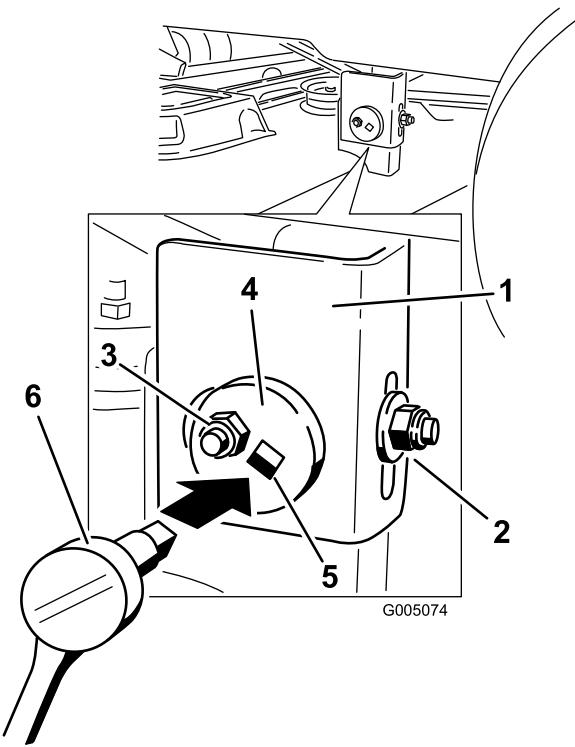

Bild 49
- Gehen Sie zur linken Seite der Maschine. Lösen Sie (nicht entfernen) die hintere Sicherungsmutter am Hängeprofil (Bild 49).
- Lösen Sie die seitliche Sicherungsmutter am Hängeprofil so viel, dass Sie die Exzenterplatte einstellen können (Bild 49). Stellen Sie die Exzenterplatte mit einer 3/8 Zoll Verlängerung auf einem Schraubenschlüssel ein. Verstellen Sie die Höhe des Mähwerks und stellen Sie die gewünschte Höhe mit dem Schraubenschlüssel ein.
- Stoppen Sie das Mähwerk an der eingestellten Stellung und ziehen Sie die seitliche Sicherungsmutter am Hängeprofil fest, um die neue Stellung zu arretieren (Bild 49). Ziehen Sie die hintere Sicherungsmutter am Hängeprofil fest.